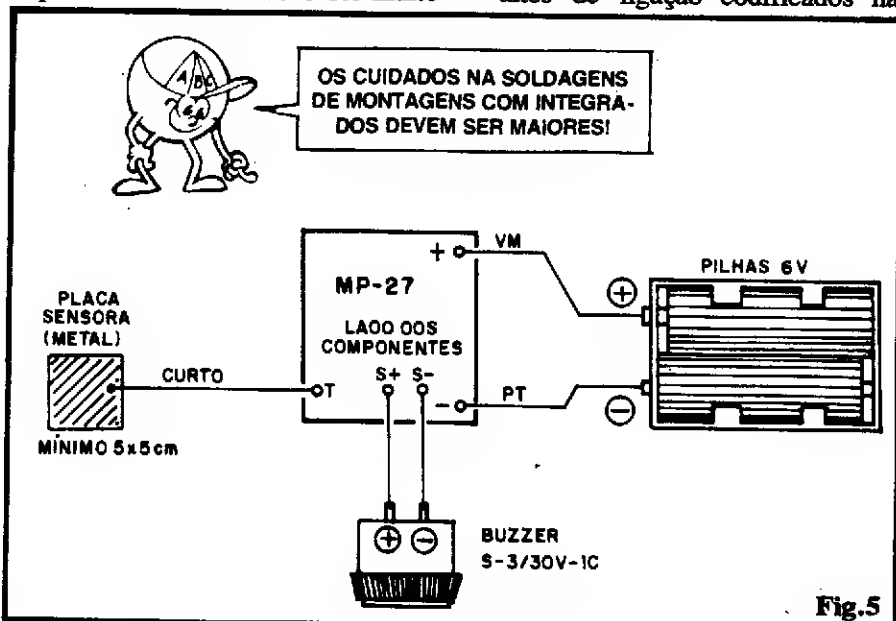

Fig.5
seus terminais! A pinagem do Integrado 555 é referenciada pela posição relativa da marquinha em uma das suas extremidades (aquela que fica voltada para a posição ocupada pelo diodo 1N4148...), conforme o Leitor/"Aluno" poderá verificar re-consultando a Seção TRUQUES & DICAS da presente 14ª "Aula" do ABC... O diodo citado tem sua posição referenciada pelo anel indicador de catodo, enquanto que o capacitor eletrolítico tem a polaridade dos seus terminais nitidamente demarcada no "chapeado"... Os furos/ilhas "periféricos", referem-se às conexões externas, e estão assim codificados: "+" e "-" para a entrada da alimentação (pilhas), "S+" e "S-" para as ligações (polarizadas) do buzzer, e "T" para a placa sensora de toque/proximidade. Vejam a fig. 5...
- FIG. 5 - Ligações externas à placa. O Circuito Impresso, na figura, continua visto pela face não cobreada, apenas que agora (como isso não interessa, para a alimentação...) os componentes não mais são estilizados, de modo a "limpar" a visualização... Atenção às polaridades da alimentação (pilhas), referenciada pelas cores dos cabinhos originais do suporte, bem como do buzzer (o circuito não funcionará se qualquer desses "periféricos" for ligado invertido...). A ligação à placa sensora não deve ser muito
Nos testes iniciais, o circuito deve estar sobre uma superfície isolante (madeira ou plástico), assumindo o posicionamento aproximado que a própria fig. 5 mostra. Isso estabelecido, o Leitor/"Aluno" pode verificar a sensibilidade e o funcionamento, encostando um dedo na plaquinha metálica sensora, com o que o alarme deve disparar, assumindo sempre a temporização aproximada de 5 segundos... O Leitor/"Aluno" verificará também que sob determinadas circunstâncias, não será necessário o toque "fisi-